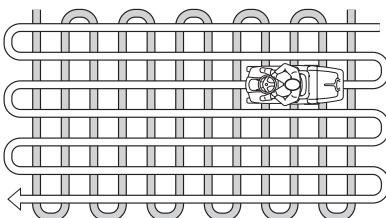

Рис. 18
- Внешний вид газона будет лучше, если скашивание осуществляется попеременно в двух направлениях (Рис. 18).